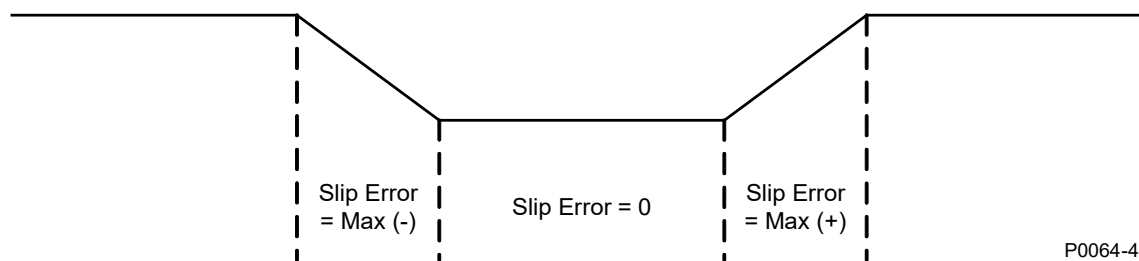

Figure 13-1. Erreur de fréquence de glissement
nulle (0). Lorsqu'elle se situe entre les deux limites, l'erreur est calculée en interne par le DGC-2020HD. L'erreur de fréquence de glissement est illustrée à la Figure 13-1.